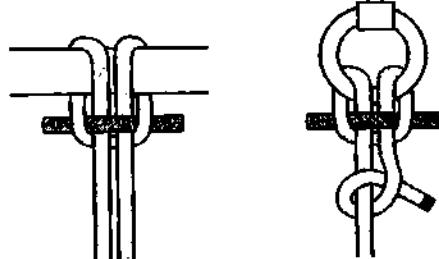

Рис. 595. Коровий узел с клевантом.
**Коровий узел** с клевантом быстро вяжется и моментально раздаётся (рис. 595). С помощью такого соединения к опоре можно быстро прикрепить верёвку, у которой на конце завязана незатягивающаяся петля или сплетён огон.